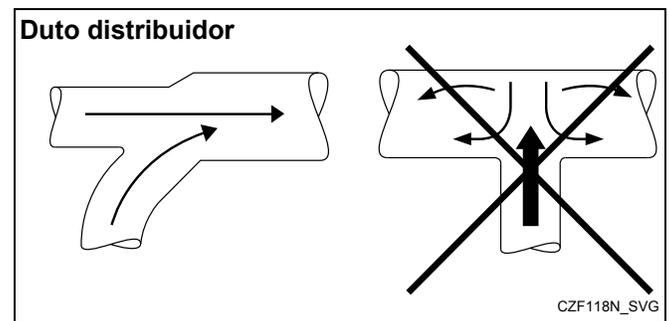

Figura 14
- O duto distribuidor deve ser afunilado, consulte *Figura 14*. O duto individual da passadeira deve entrar no duto distribuidor a um ângulo de 45° na direção do fluxo de ar.
NOTA: Nunca conecte o duto da passadeira no duto coletor a um ângulo de 90°. Consulte *Figura 14*. Fazer isso causará um excesso de contrapressão, resultando em desempenho inadequado. Nunca conecte dois dutos de exaustão da passadeira frente a frente no ponto de entrada do duto distribuidor.